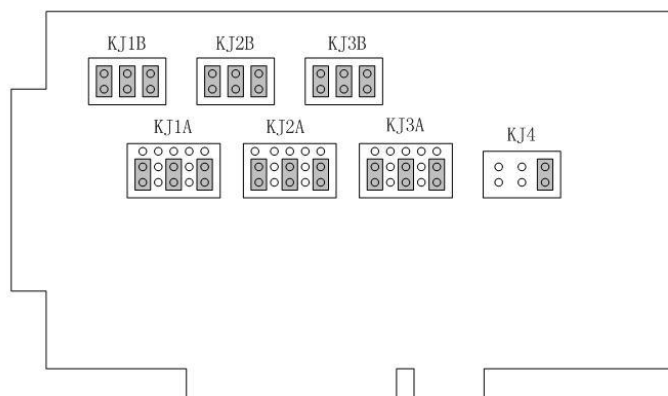

图 1 主要部件位置图
5.1 主要与使用有关的输入输出插座，跨接插座及地址开关位置见图 1：